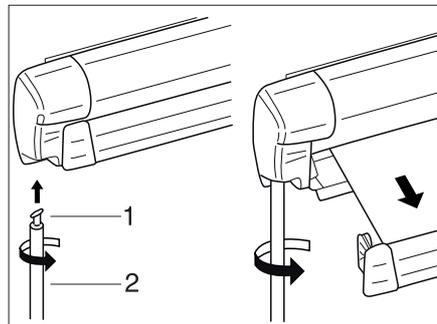

Bild 20 Markise
- Haken (Bild 20,1) der Kurbelstange (Bild 20,2) in die Getriebebohle einhängen und um 90° drehen.